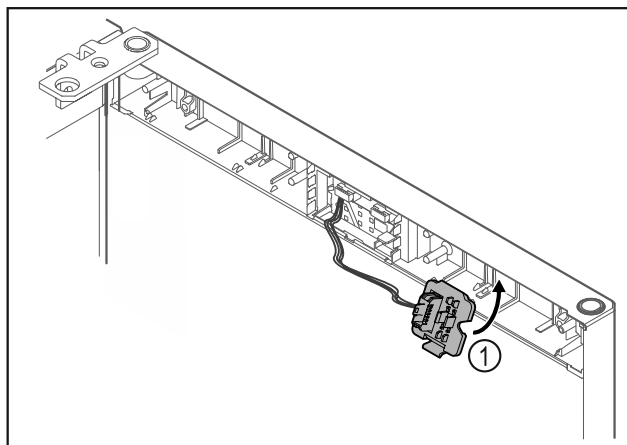

Fig. 12
- ▶ Зафиксируйте держатель штекера Fig. 12 (1) на противоположной стороне.\*